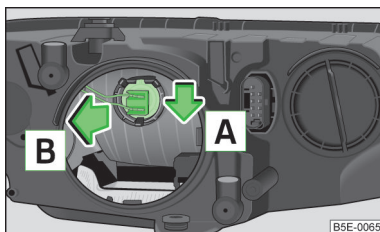

Fig. 175
- Extraer el conector con la bombilla desplazando hacia abajo en el sentido de la flecha **A** » fig. 175 y en el sentido de la flecha **B**.